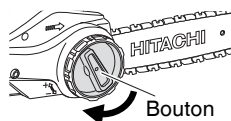

Fig. 9
- (3) Tournez le bouton une fois pour le fixer temporairement. (Fig. 9)